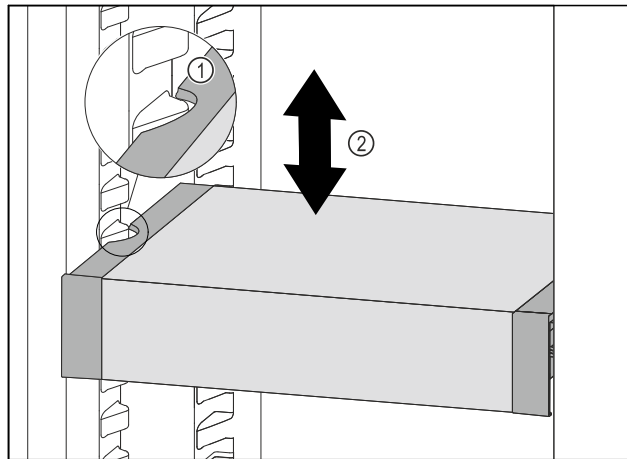

Fig. 79
- ▶ VarioSafe vucite prema naprijed sve dok se bočni otvori VarioSafe ladice ne nađu na visini žlijeba spremnika u hladnjaku. Fig. 79 (1)
- ▶ Pomičite ladicu VarioSafe u hladnjaku prema gore ili dolje sve dok ne dosegnete željenu visinu. Fig. 79 (2)